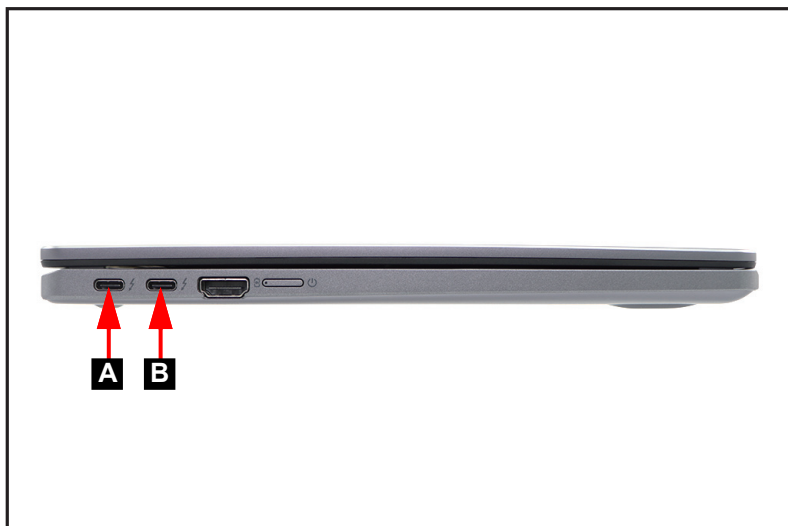

Figure 1-1. Prise adaptateur CA
2. Retirez l'adaptateur CA du port USB type C (A ou B) comme cela est illustré sur Figure 1-1 et Figure 1-2.